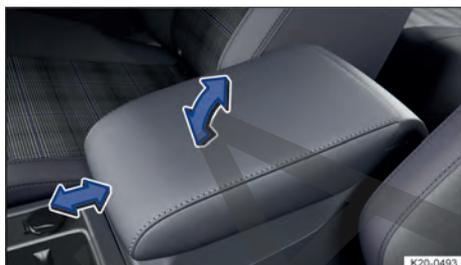
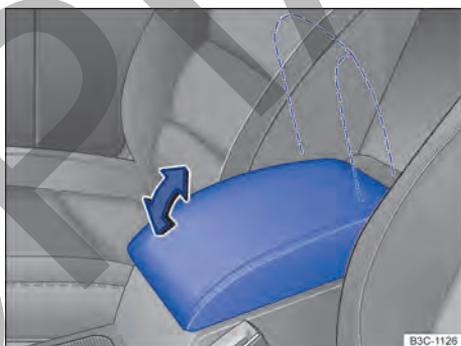

Fig. 65 Reposabrazos central delantero (variante 1).
Fig. 66 Reposabrazos central delantero (variante 2).
1. Para *levantar* el reposabrazos, tire de él hacia arriba en el sentido de la flecha → fig. 65 o → fig. 66 encastre por encastre.
3. Para *ajustar longitudinalmente* el reposabrazos, desplácelo completamente hacia delante → fig. 65 o completamente hacia atrás en el sentido de la flecha correspondiente.